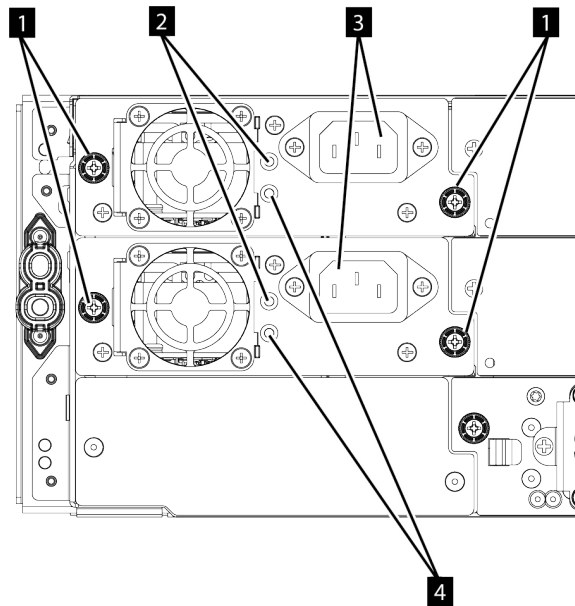

Figura 66. Fuentes de alimentación
- El blanco (2 en Figura 66 en la página 148) LED está encendido.
- El verde (4 en Figura 66 en la página 148) LED no está encendido.